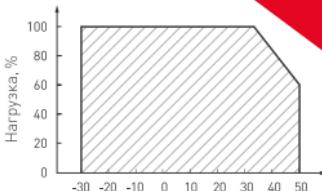

Рис. 1. Максимальная допустимая нагрузка, % от мощности источника
- Не нагружайте источник питания более чем на 80% от его максимальной мощности. Учитывайте, что с повышением температуры окружающей среды максимальная мощность источника питания снижается, см. график зависимости на рис. 1. При невозможности обеспечить свободное пространство используйте принудительную вентиляцию.